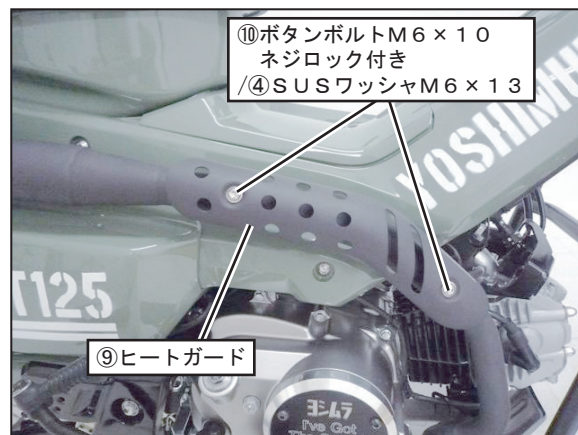

FIG. 21
- 1 4. ⑨ヒートガードを①マフラーASSYのナット位置に合わせ、④SUSワッシャM6×13、⑩ボタンボルトM6×10ネジロック付きを使用して規定トルクで締め付けて下さい。(FIG. 21参照)